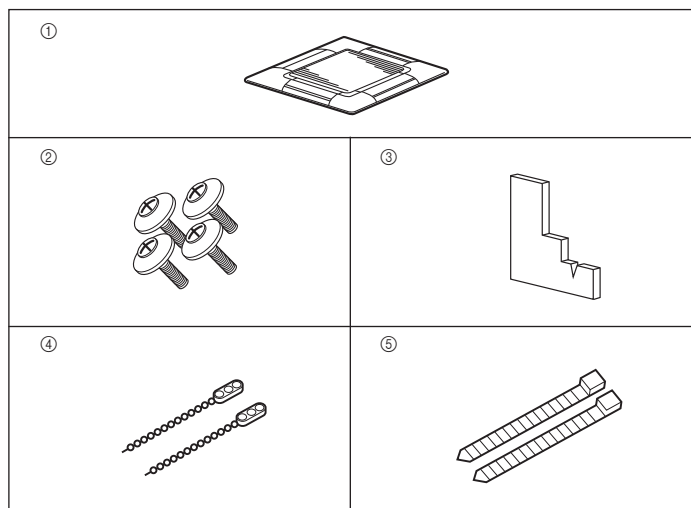

Fig. 8-1
8.1. Verificar a grelha de acessórios (Fig. 8-1)